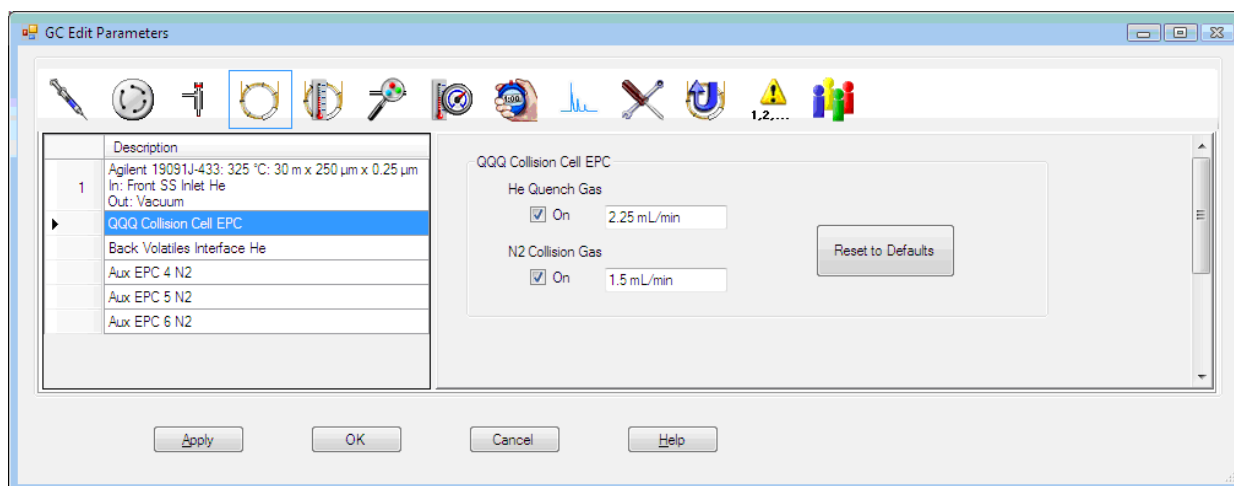

Рис. 13 Установка скорости потока газа в коллизийной ячейке
- 2 Нажмите значок **CFT** для отображения экрана **CFT**. См. Рис. 13.